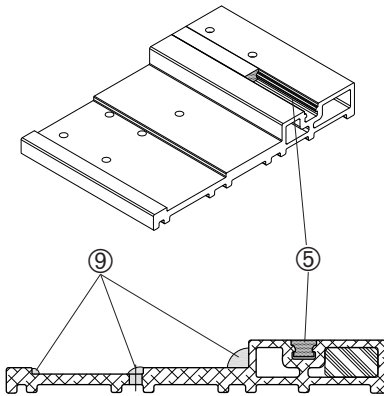

Abb. 1
- 1) Der Zargendichtblock **M424** muss zur Schwelle hin, mit Silikon abgedichtet werden (Abb.1 - Pos. 9). Die Bohrungen für die Zentriernocken sollten komplett aufgefüllt sein (Abb. 1 - Pos. 9). Die Schwellennut sollte soweit aufgefüllt sein, dass das Dichtteil **M425** (Abb. 1 - Pos. 5) komplett darin eingebettet ist.
- 2) Setzen Sie das Dichtteil **M658** (Pos. 5) in die Schwellennut ein (Abb. 1).